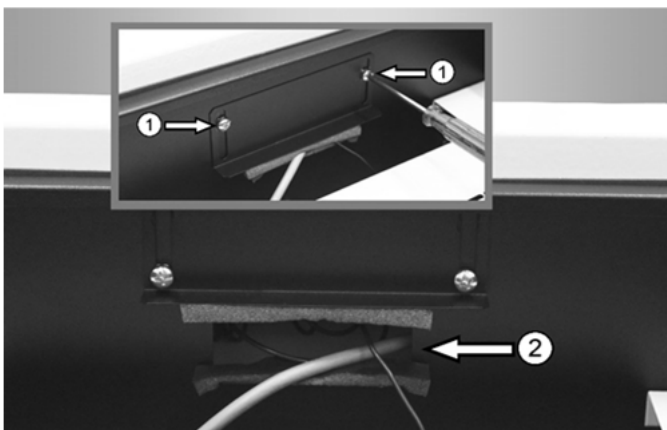

Abb. 20: Kabeldurchführung ② am Schaltfeldgehäuse
- ➔ Führen Sie die elektrischen Leitungen weiter durch die Kabeldurchführung ② (s. Abb. 20 auf Seite 16) am Schaltfeldgehäuse.